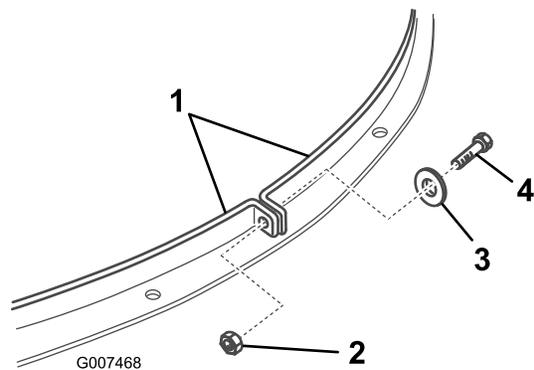

Bild 18
10. Entfernen Sie die Schraube, Scheibe und Mutter, mit denen die beiden Riemenenden zusammengehalten werden (Bild 18).
14. Verbinden Sie die beiden Riemenenden um die Recyclerabdeckung, siehe (Bild 18).
9. Entfernen Sie die Schraube, Scheibe und Mutter, mit denen die beiden Riemenenden zusammengehalten werden (Bild 18).
15. Verbinden Sie die beiden Riemenenden um den Auswurfkanal (Bild 18).
16. Richten Sie die Löcher in den Riemenenden aus und ziehen Sie sie mit der vorher abgenommenen Schraube, der Scheibe und der Mutter fest (Bild 18).